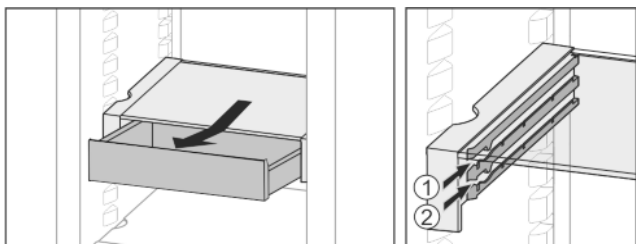

Fig. 24
- ▶ Zasuňte v libovolné výšce Fig. 24 (1) nebo Fig. 24 (2).